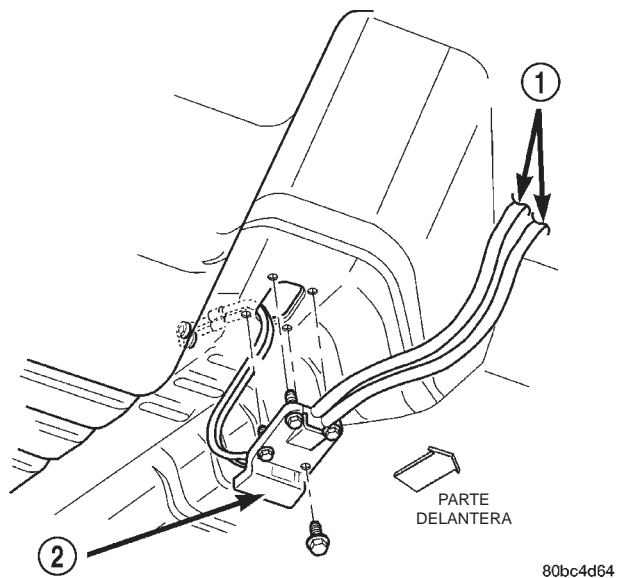

Fig. 46 Conjunto de cables de cambio en el suelo de la carrocería
(12) Retire el tornillo restante de la placa de virola al suelo de la carrocería (Fig. 46).
(13) Retire el conjunto de cables del vehículo.
- (1) Eleve el vehículo sobre un elevador.
- (2) Instale el conjunto de cables a través de la abertura del suelo de la carrocería y fíjelo al suelo con la placa de virola y un tornillo (Fig. 46). Asegúrese de que los tres espárragos de la placa de virola sobresalen a través del conjunto de cables y del suelo de la carrocería y apriete el tornillo con una torsión de 7 N·m (60 lbs. pulg.).
- (3) Encamine el extremo correspondiente al transeje del conjunto de cables dentro del compartimiento del motor y por encima del conjunto del transeje.